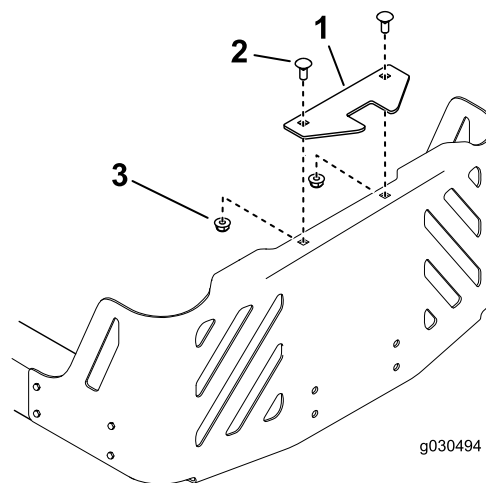

Figura 10
Nota: La staffa di stabilizzazione viene utilizzata solo sui modelli 2015 e successivi (Figura 10).
1. Montate la staffa di stabilizzazione sulla protezione del motore utilizzando 2 bulloni a testa tonda (5/16" x 3/4") e 2 dadi di bloccaggio (5/16") (Figura 10).